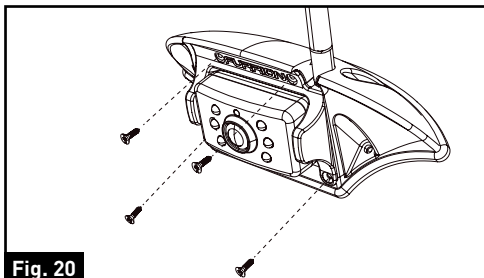

Fig. 20
12. Placez délicatement la caméra dans le support et fixez-la à l'aide de 4 vis autotaraudeuses plates. Assurez-vous que les branchements et l'antenne de la caméra sont bien fixés. (Fig. 20)